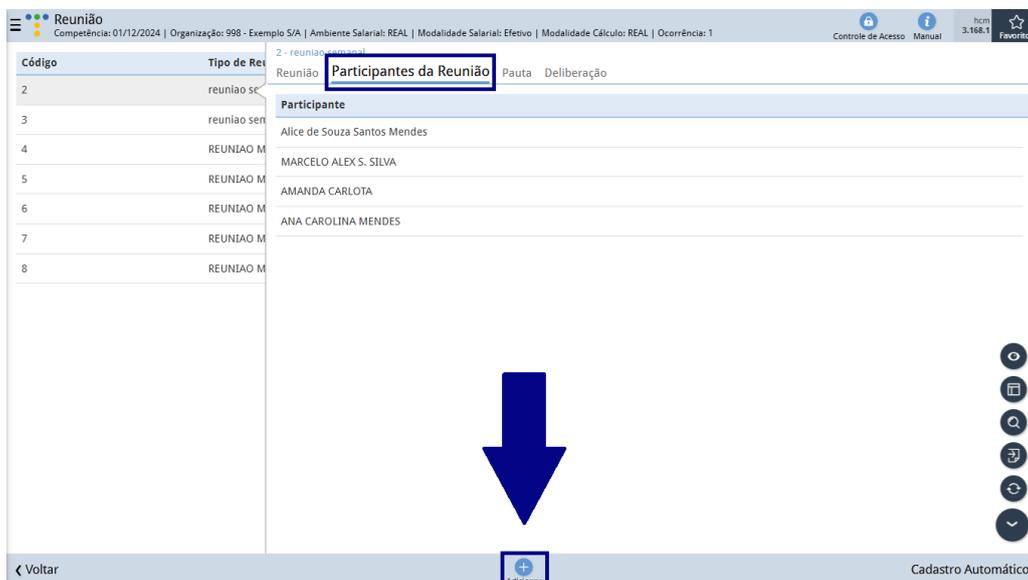

Figura 107: Adicionar
1. Acesse a aba **Participantes** e clique em **Adicionar** (Figura 107).